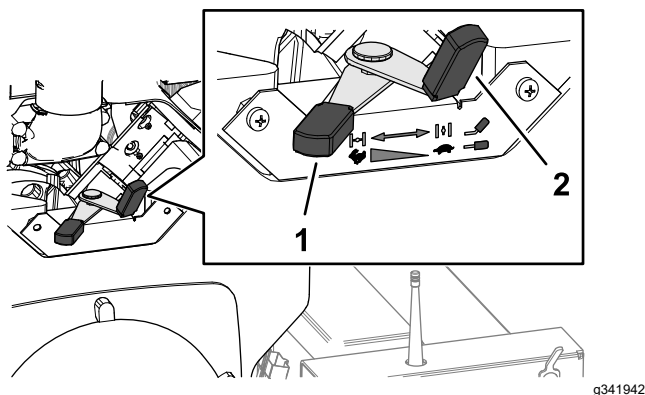

Figura 17
2. Antes de arrancar un motor frío, coloque la palanca del estérter (Figura 17) en la posición de ACTIVADO.